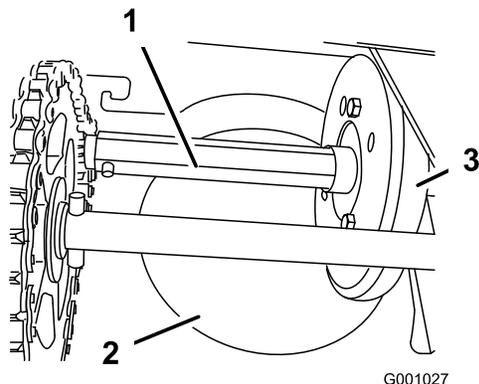

Figure 53
- A. Sortez la jauge et versez lentement de l'huile dans le goulot de remplissage pour faire monter le niveau jusqu'au repère maximum sur la jauge (Figure 53). **Ne remplissez pas excessivement.**
Graissez légèrement l'arbre hexagonal une fois par an avec de l'huile moteur de type automobile (Figure 53).
Important: Veillez à ne pas faire couler d'huile sur la roue en caoutchouc ou le plateau d'entraînement à friction en aluminium, car cela fera patiner la transmission (Figure 53).